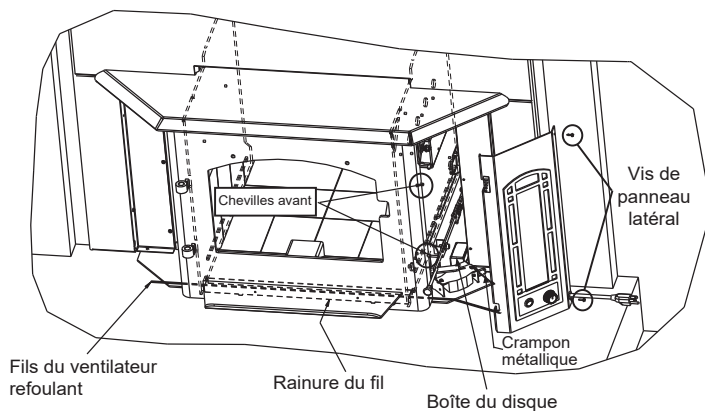

Figure 21.3
1. Placez la boîte du disque d'arrêt à l'emplacement indiqué sur la **figure 21.3**